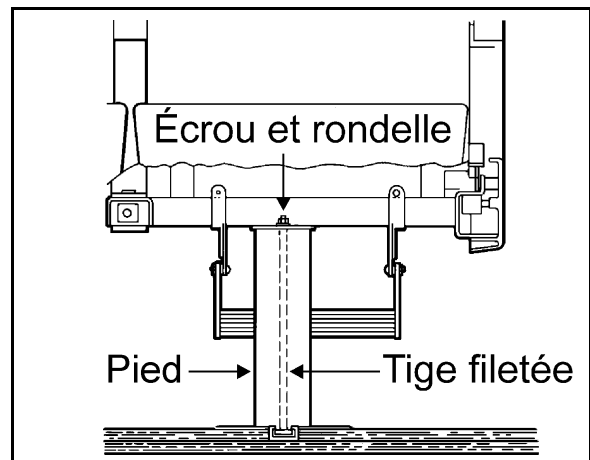

Figure 2: Vue de face du pied d'un siège fixe.
3. Retirer l'écrou et la rondelle de chacune des tiges filetées du pied pour enlever complètement la structure métallique des sièges (figure 2).